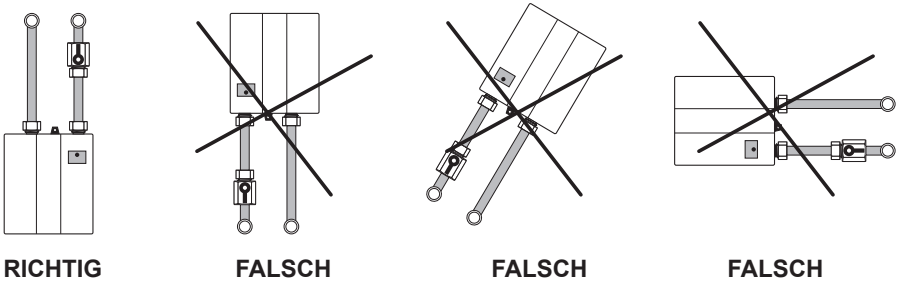

Abbildung 1
- Das Gerät darf nur in der in der Abbildung 1 dargestellten Position betrieben werden.
Der Durchflusswärmer darf nur in der in der Abbildung 1 dargestellten Position betrieben werden. Die Montage in einer anderen Position oder ohne Wasserfilter kann zur Beschädigung des Heizelements und somit zum Verlust des Garantieanspruchs führen.